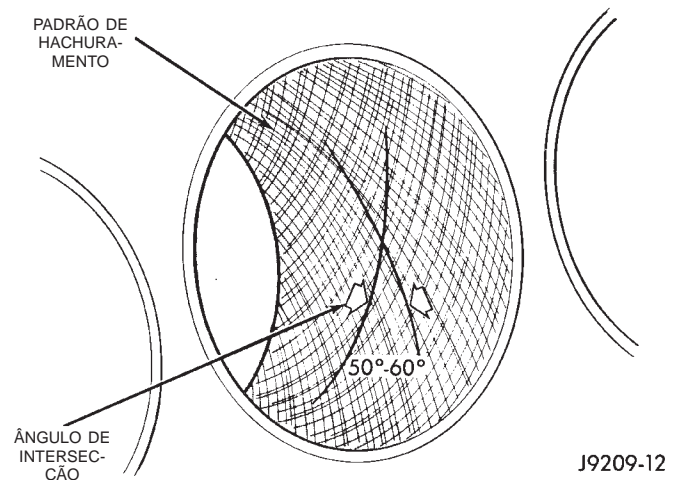

Fig. 9 Padrão de Hachuramento do Diâmetro do Cilindro
(3) O brunimento deve ser feito movendo o brunidor para cima e para baixo rápido o bastante para obter um padrão de hachuramento. As marcas do brunidor devem INTERSECCIONAR em 50° a 60° para assentamento perfeito dos anéis (Fig. 9).